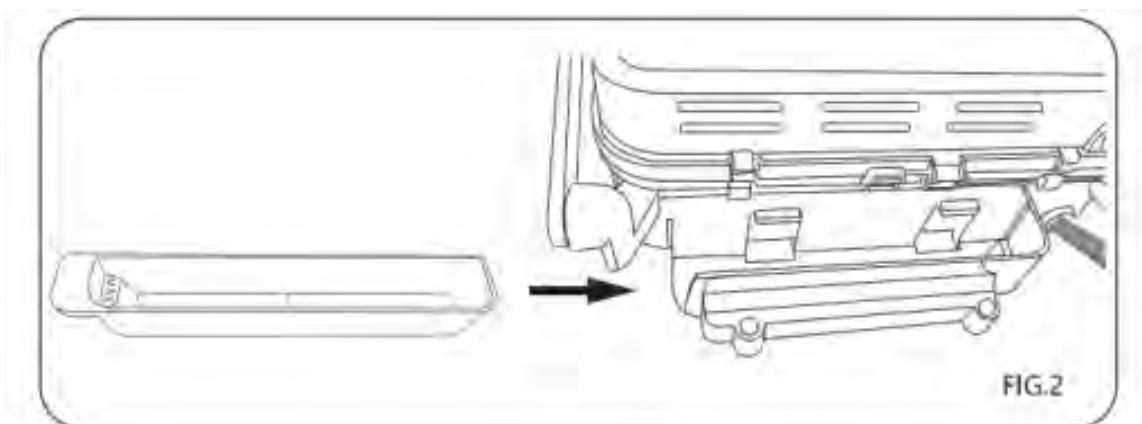

FIG.2
- 5.Assurez-vous que le bac collecteur est correctement insere a l'arriere de l'ap pareil,(FIG.2)